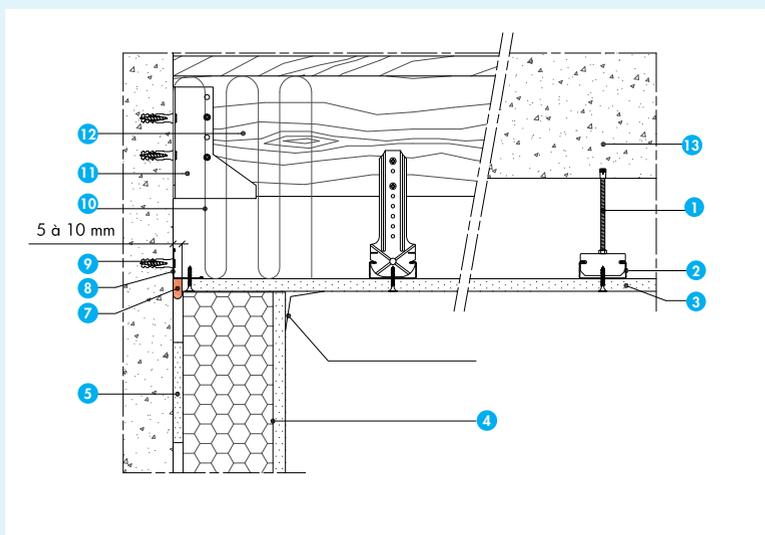

Fig. 3a - Étanchéité à l'air de la jonction plafonds/support/doublage
■ Si le doublage est posé après le plafond : les dispositions sont similaires dans les cas sous plancher bois, sous plancher béton et si la distance entre la première suspente et le parement du doublage est  $\leq 100$  mm. Alors on réalise l'étanchéité à l'air entre le plafond et le mur support par mise en place d'un bourrage avec du mortier adhésif et un enduit + bande. La jonction plafond parement du doublage sera traitée par enduit + bande (fig. 3a et 3b). Les dispositions sont similaires dans les cas sous combles perdus, sous plancher bois, sous plancher béton et si la dis-